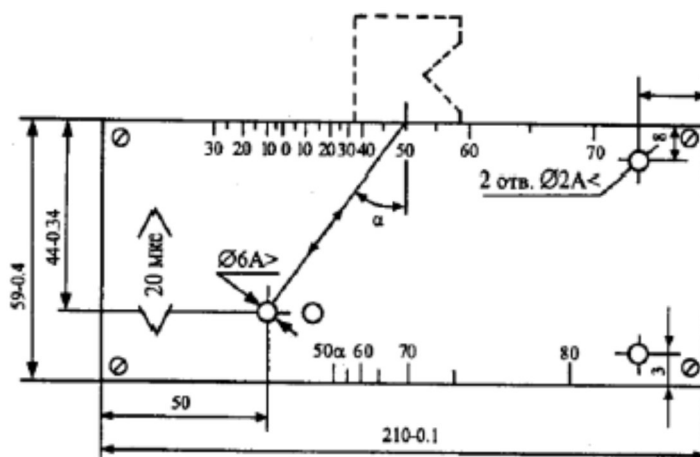

Рисунок 2. Стандартный образец СО-2
Рисунок 2 - Измерение выпуклости (вогнутости) стыкового шва (г) при различном уровне наружных поверхностей деталей, вызванном смещением при сборке соединения под сварку
2. На эскизе (рис. 2) дать схему расположения искателя на эталоне 3 для определения центра излучения искателя, если положение точки выхода луча не известно, при этом имейте ввиду, что точка выхода луча (центр излучения искателя) расположена на искателе напротив центра полуокружности стандартного образца 3 при установке искателя в положение, при котором